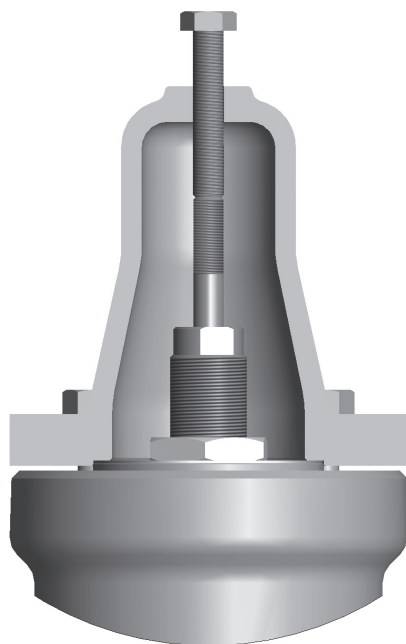

FIGURA 15
• Quando forem necessários testes hidrostáticos após a instalação das Válvulas de Segurança e Alívio, estas devem ser removidas e substituídas por um tampão ou flange cego. Caso não seja possível removê-las, deve ser utilizada a trava de teste (GAG) (**Figura 15**).